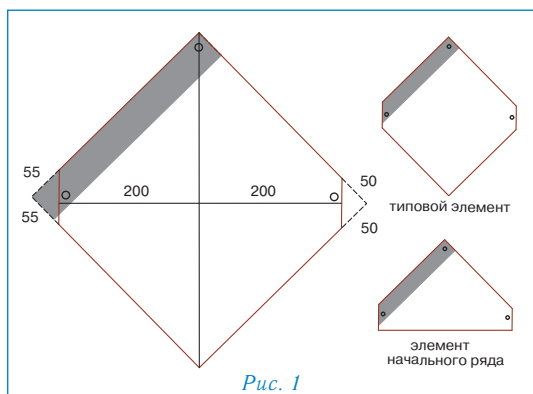

Рис. 1
- Типовые элементы ПРЕСТИЖ ВЕРСАЛЬ выкраиваются из листов ПРЕСТИЖ КОМПАКТ (рис. 1);
- Элементы начального ряда формируются из типовых элементов ПРЕСТИЖ ВЕРСАЛЬ (рис. 1), укладываются по линии карниза в обе стороны от линии AD и фиксируются по нижнему краю битумной мастикой и тремя гвоздями (рис. 3а).